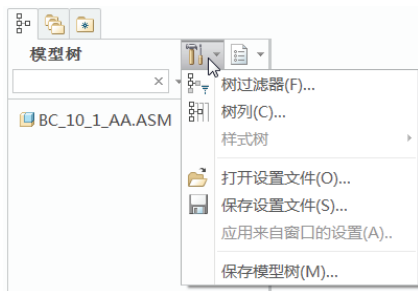

图 10-4 打开“设置”下拉菜单
1) 在导航区的 （模型树）选项卡中，单击位于模型树上方的 （设置）按钮，打开其下拉菜单，如图 10-4 所示。